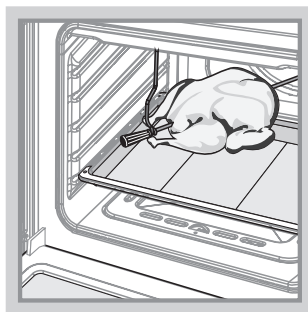

Рис.8
- Насадите на штык кусок мяса или тушку птицы и закрепите его вилками посредством крепежных винтов. Закрепленный на штыке кусок мяса должен находиться точно под грилем (рис. 8).
- Установите крючок, для чего вставьте «усы» крючка в пазы верхней полки проема духовки и опустите крючок вниз (рис. 8).